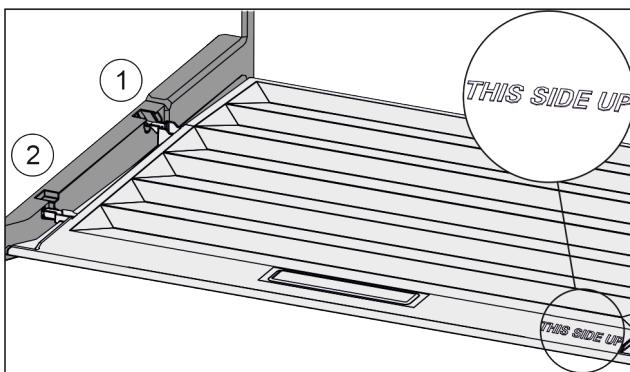

Fig. 162
- Вставить поперечні ребра через отвір заднього тримача Fig. 162 (1) і зафіксувати спереду у тримачі Fig. 162 (2).